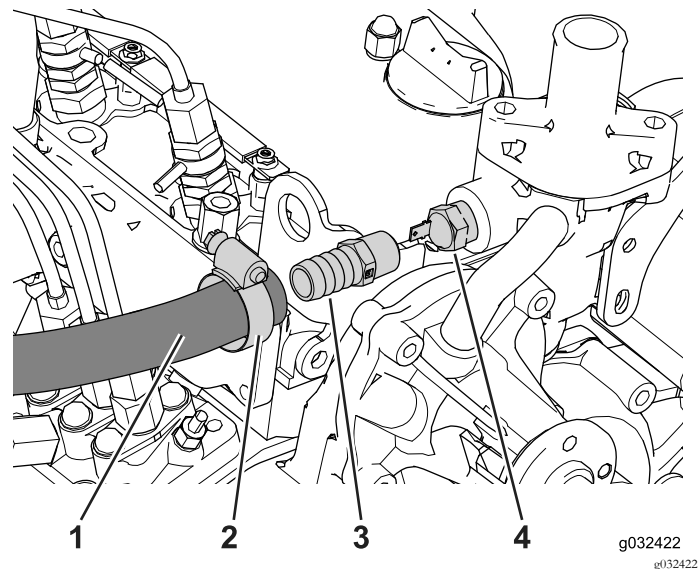

Figura 30
1. Localice, desconecte y retire el interruptor de temperatura (Figura 30).
5. Coloque la abrazadera sobre el extremo de la manguera (Figura 30).
6. Coloque la manguera sobre el acoplamiento recto y sujételo con la abrazadera, según se muestra en Figura 30.